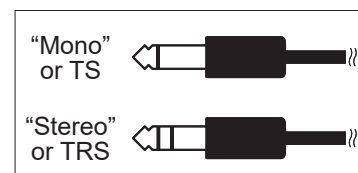

図3
- ◆ [EXPRESSION]ジャックでコントロールしている場合: プラグに2本線がある「ステレオ」(またはTRS)フォンケーブルをご使用ください(図3)。